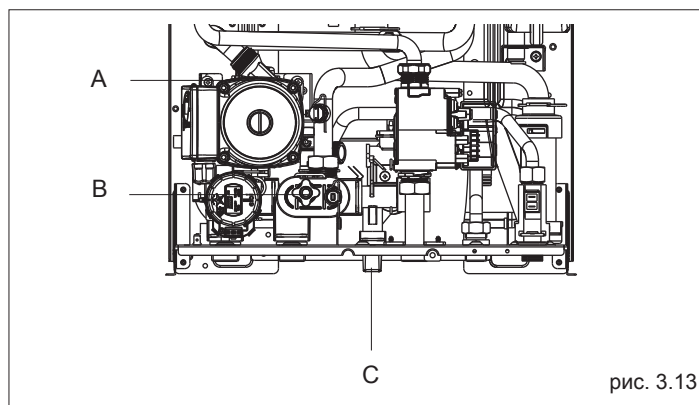

рис. 3.13
Данная операция должна производиться при остывшей системе, она проводится следующим образом (Рис. 3.13):
- отвинтите на два-три оборота заглушки нижнего (А) и верхнего (D) автоматического воздушного клапана котла; для постоянного удаления воздуха оставьте заглушки воздушных клапанов открытыми (А-D, рис. 3.13 - 3.15)